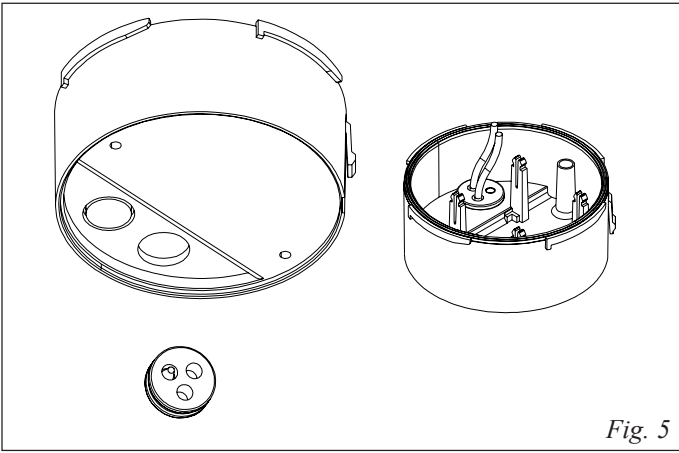

Fig. 5
- 7- Infilare il cavo nel supporto lampeggiante, in funzione del percorso prescelto, e di seguito nel supporto calotta, come in Fig. 5.